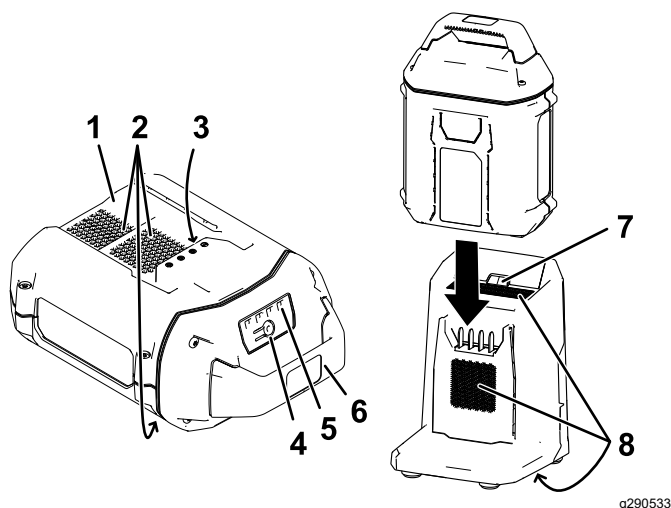

Figura 26
2. Allineate la cavit  nel pacco batteria (Figura 26) con la linguetta sul caricabatterie.
3. Fate scorrere il pacco batteria nel caricabatterie fino a quando non   completamente in sede (Figura 26).